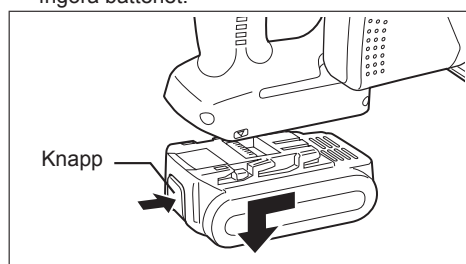

Bild 3
2. Demontering av batteriet (se bild 3)